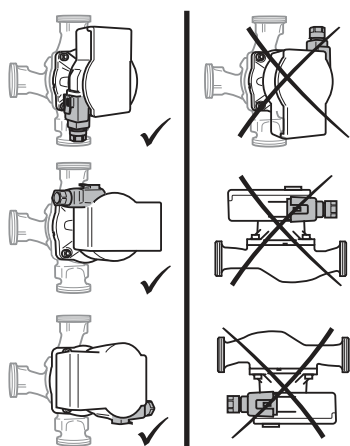

Fig. 2: Polohy instalace
- Místo instalace vyberte v souladu s přípustnou polohou instalace (Fig. 2).
- Dodržte přípustnou instalační polohu (Fig. 2) čerpadla, případně otočte hlavu motoru (2+6).